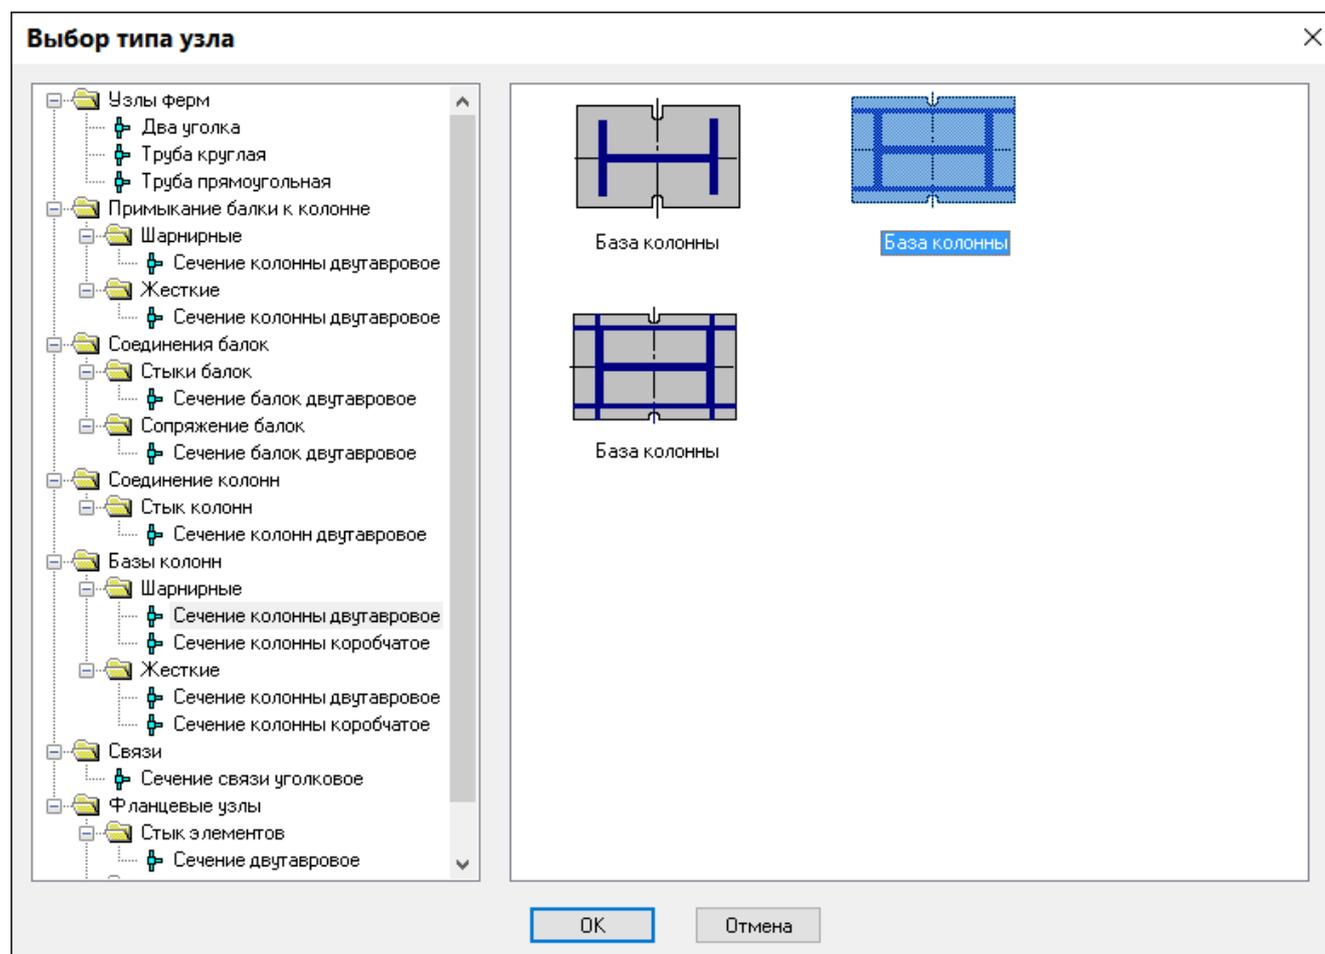

Рис.12.30. Диалоговое окно **Выбор типа узла**
- В правой части окна выберите двойным щелчком мыши вторую базу колонны с траверсами как показано на рис.12.30.